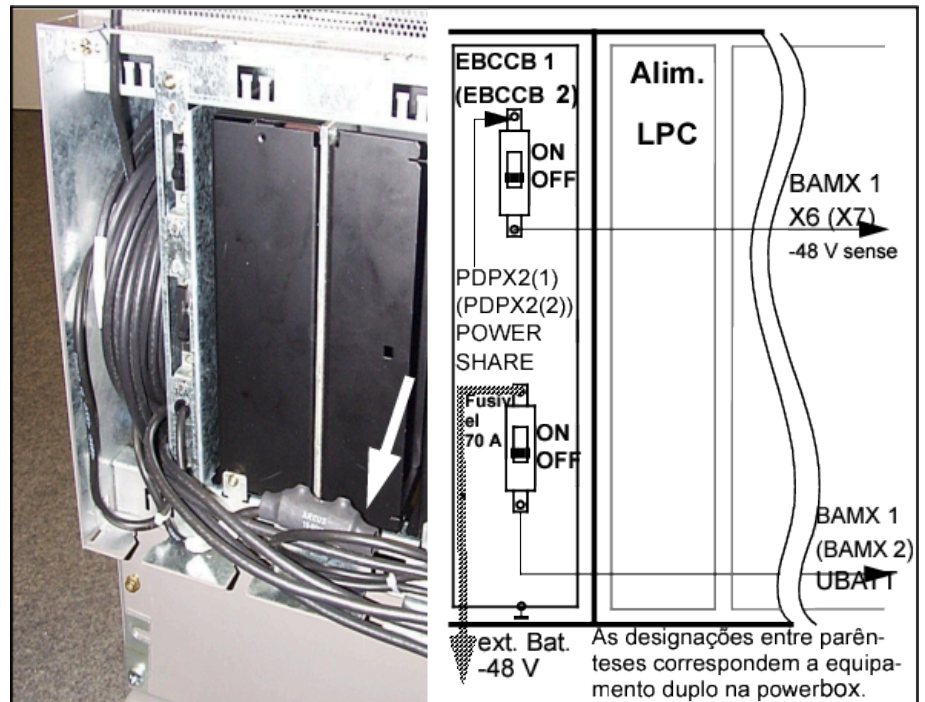

Figura 150: Ligação da bateria externa na powerbox (lado posterior)
- 2) Ligar o cabo -48 V da bateria externa no cabo que foi conduzido para fora do sistema para isso (ver Figura 150: Ligação da bateria externa na powerbox \(lado posterior\) na página 165).